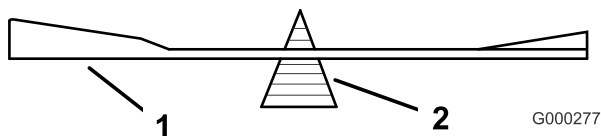
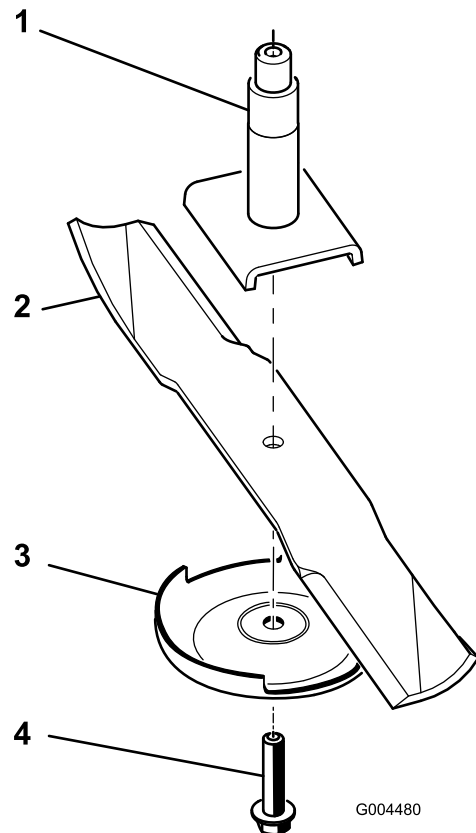

Figure 22
Figure 23
2. Enlevez le boulon, la plaque anti-scalp et la lame de l'axe de pivot (Figure 23).
2. Vérifiez l'équilibre de la lame en la plaçant sur un équilibreur (Figure 22). Si la lame reste horizontale, elle est équilibrée et peut être utilisée. Si la lame est déséquilibrée, limez un peu l'extrémité de la partie relevée seulement (Figure 23). Répétez la procédure jusqu'à ce que la lame soit équilibrée.
1. Placez la lame sur l'axe (Figure 23).
2. Montez la plaque anti-scalp et le boulon de lame (Figure 23).